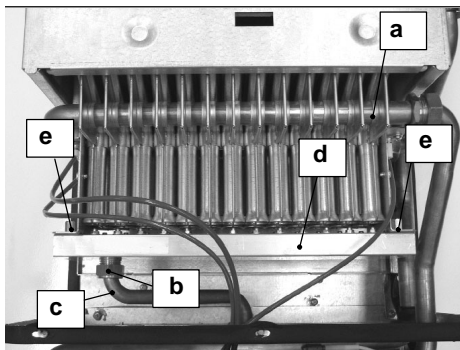

Fig. 8.1 Quemador
- 4 Quitar el panel frontal de la cámara de combustión y el quemador **a** en **Fig. 8.1**